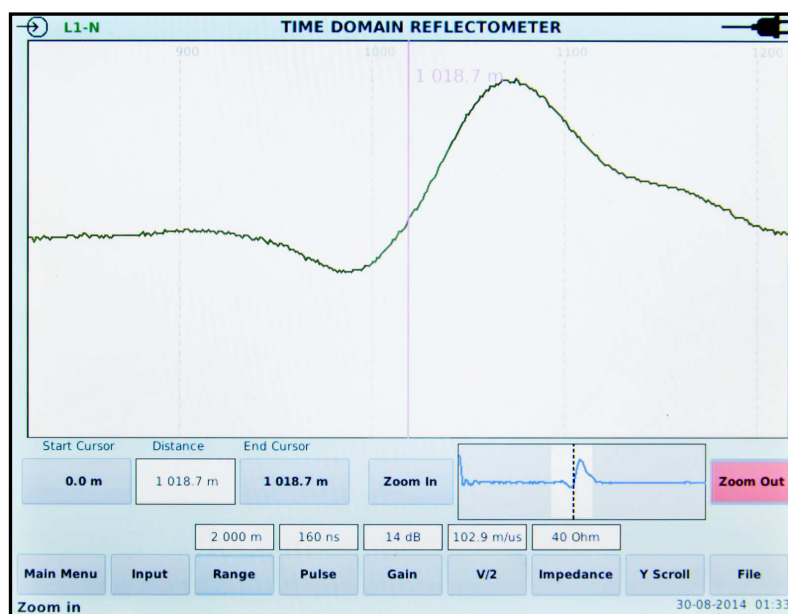

Рисунок 22 – Использование масштабирования
2.2.16.4 Для наиболее точной установки курсоров необходимо использовать масштабирование (см. рисунок 22), с помощью нажатия кнопок «**Zoom In**» (увеличение масштаба) и «**Zoom Out**» (уменьшение масштаба). Это позволяет получить более высокую разрешающую способность установки курсора.